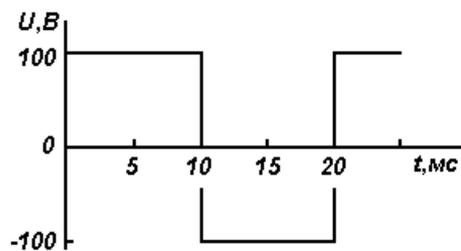

Рисунок 1.3
**Пример.** Пренебрегая погрешностями прибора, определите показания электродинамического вольтметра, если формы кривых напряжений сигнала имеют вид, изображенный на рис. 1.3.